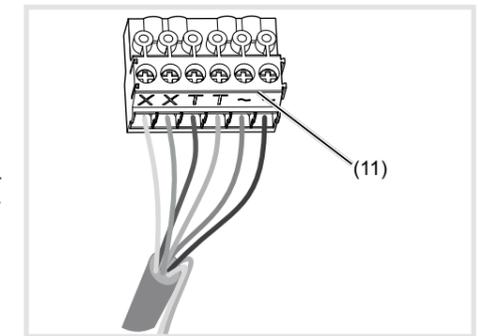

Bild 6: verdrahteter Anschluss-Klemmblock
- Anschluss-Klemmblock (11) vom Gerät nach unten hin abziehen.
- Adernpaar der 2Draht Busleitung an die Klemmen XX des Anschluss-Klemmblocks anschließen (Bild 6).
- Gegebenenfalls Türöffner-Leitung an die Klemmen TT des Anschluss-Klemmblocks (Bild 6 und 7) anschließen.
- Für Ruftasten-Hinterleuchtung 12 V~ Zuleitung vom Netztransformator an die Klemmen ~ des Anschluss-Klemmblocks anschließen (Bild 6 ... 8).